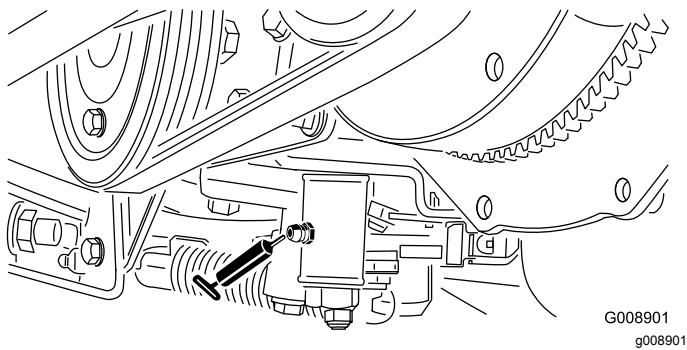

Рисунок 39
- Механизм регулировки нейтрали (Рисунок 39)